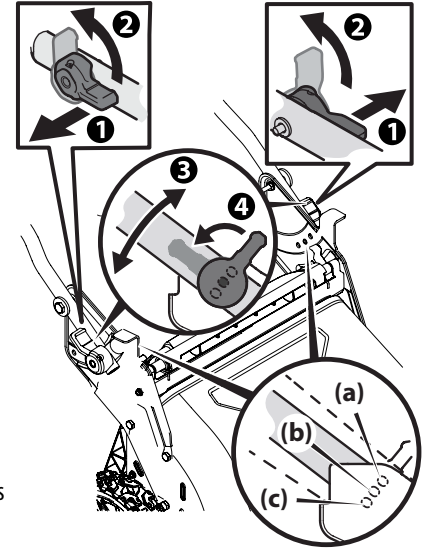

Figura 8
1. Gire las palancas de ajuste de la manija hasta la posición de destrabe para levantar la manija. See Consulte la Figura 8.